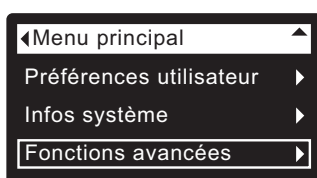

FIG. 76
1. À partir d'un écran d'état dynamique, appuyez sur le sélecteur (O) pour afficher le **Menu principal**.
2. Appuyez sur le bouton BAS (▼) pour faire défiler les options du menu et mettre en encadré **Fonctions avancées** (cf. Figure 76).